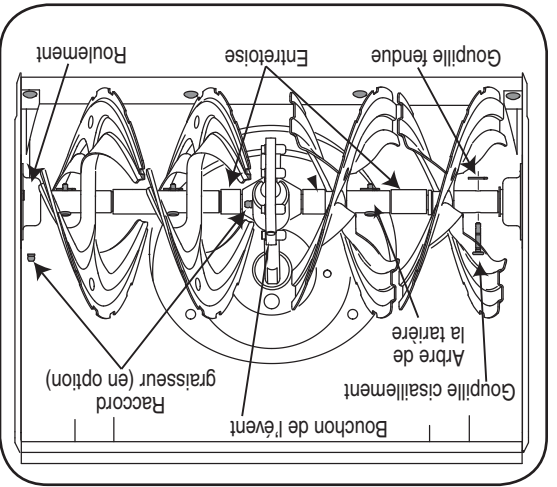

Figure 6-2
Enlevez les goupilles de cisaillement sur l'arbre de la tarière, au moins une fois par saison. Vaporisez un lubrifiant à l'intérieur de l'arbre et autour des entretoises. Lubrifiez aussi les roulements à bride trouvés à chaque extrémité de l'arbre de la tarière. Voir la Figure 6-2.
- Les goupilles de cisaillement et goupilles fendues maintiennent les tarières sur l'arbre de la tarière. Les goupilles sont sensées se cisailier si la souffeuse heurte un objet ou un bloc de glace. Voir la Figure 6-2.